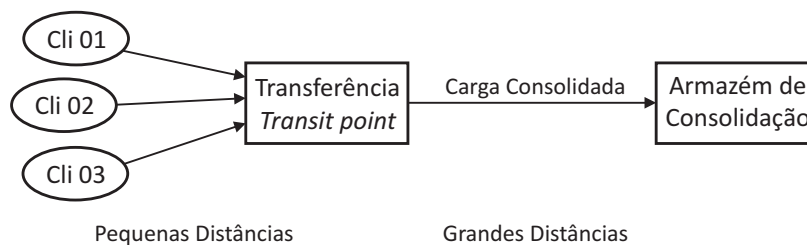

Figura 13: Transit point – Consolidação
- ▶ Na **consolidação**, como você pode ver na Figura 13, a carga é enviada de um ou de mais clientes ao armazém para a formação de um volume maior de carga visando à redução de custos de transportes, sobretudo, por meio do que se denomina “fechar a carga”, ou seja, lotar um veículo de transporte.